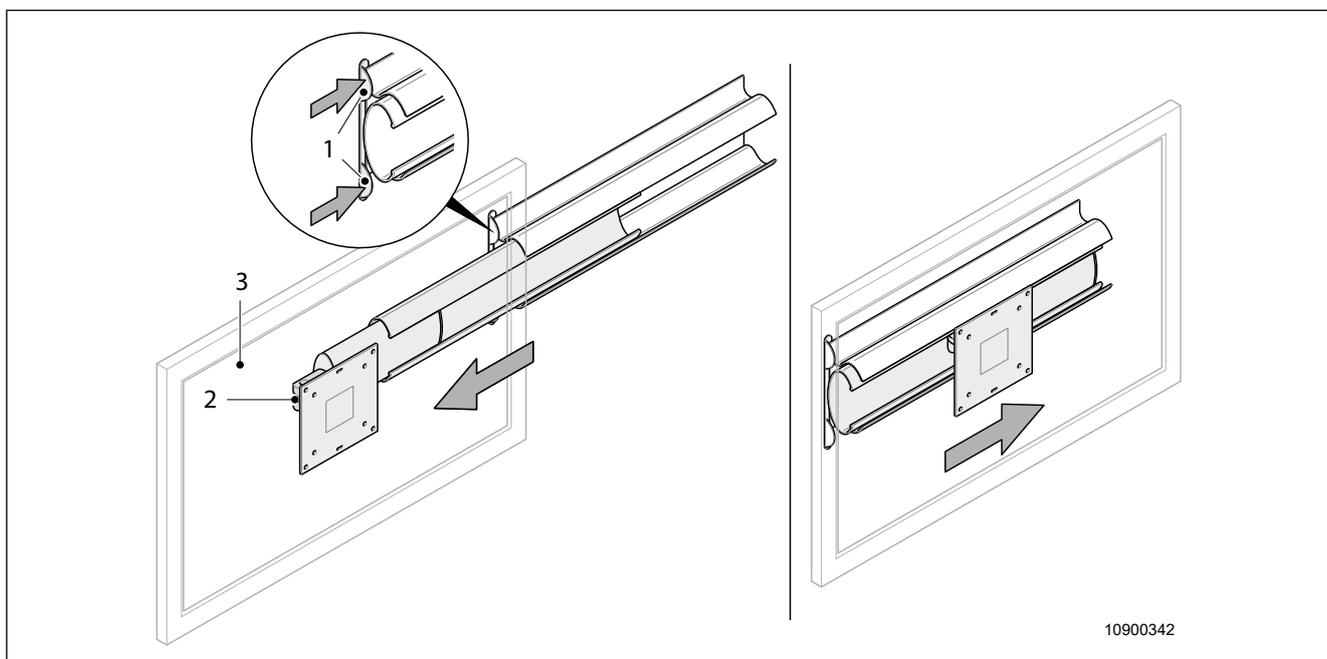

Abb. 25 Verschiebbarer Flachbildfernseher
1. Verriegelung (Abb. 25, Pos. 1) drücken und halten.
2. Flachbildfernseher (Abb. 25, Pos. 3) bis zur Endstellung herausziehen.
1. Flachbildfernseher (Abb. 25, Pos. 3) zurückschieben, bis dieser hörbar in der Endstellung einrastet.
1. Der Flachbildfernseher (Abb. 25, Pos. 3) lässt sich im herausgezogenen Zustand am Gelenk (Abb. 25, Pos. 2) schwenken.